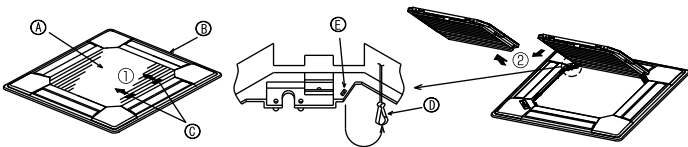
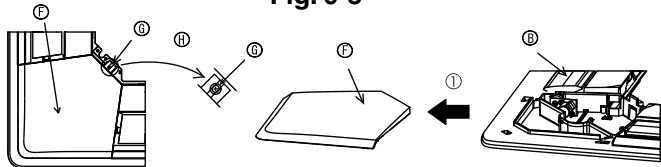

Fig. 9-3
Fig. 9-4
- ④ Appareil principal
- ⑤ Plafond
- ⑥ Jauge ③ (insérée dans l'appareil)
- ⑦ Dimensions de l'ouverture dans le plafond
9.2.1. Retrait de la grille d'admission (Fig. 9-3)
- Pour ouvrir la grille d'admission, faire glisser les leviers dans le sens indiqué par la flèche ①.
- Lorsque la grille se trouve en position « ouverte », retirer la charnière de la grille d'admission comme indiqué par la flèche ②.
9.2.2. Retrait du panneau en coin (Fig. 9-4)
- Retirer la vis du coin du panneau en coin. Faire glisser le panneau comme indiqué par la flèche ① pour le déposer.
[Fig.9-3] [Fig.9-4]